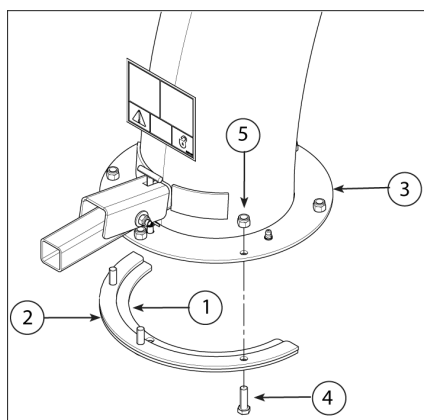

Рис. 2.4. Монтаж зажимного и промежуточного кольца.
1. Прикрепите одно зажимное кольцо (1) и одно промежуточное кольцо (2) к основанию разгрузочной трубы (3) при помощи трех болтов 3/8 x 1-1/4 дюйма (4) и самоконтрящейся гайки «nylock» (5). Затяните гайку, оставив зазор 1/16 дюйма (1,6 мм) для облегчения монтажа фланца. См. рис. 2.4.